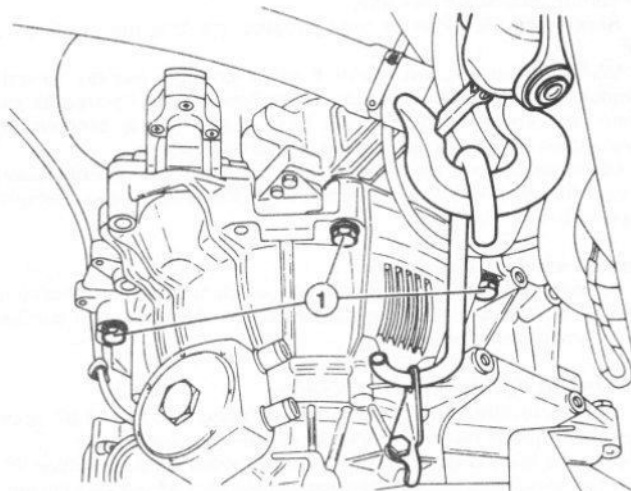

Fig. 13.90 Reprendre le poids de la boîte et desserrer les boulons (1) (Sec 15)
- 56 Reprendre le poids de la boîte. On peut utiliser un palan comme à la Fig. 13.90 ou un cric rouleur muni d'un berceau.